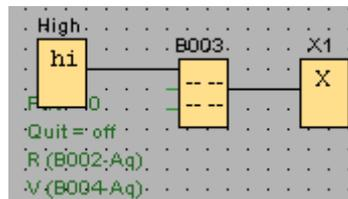

FIGURA 108: Instrucción - texto de aviso.
- Sacar la instrucción texto de aviso y conectarla de la siguiente manera (FIGURA 108).